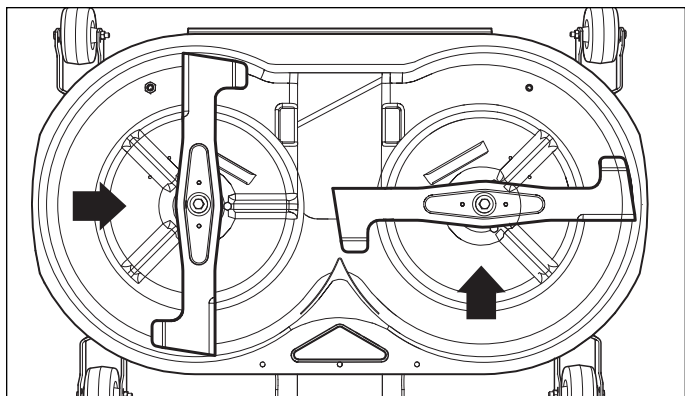

Figure 42. Synchronisation des lames de coupe
8. Vérifier que les lames sont perpendiculaire placée entre eux (Figure 42). Sinon, exécuter le procédé « Vérifier la synchronisation des lames de la tondeuse » dans la section d'entretien.